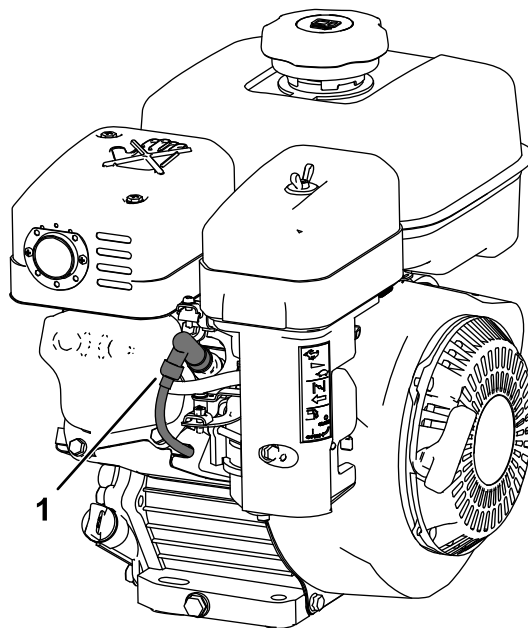

Figure 56
6. Débranchez le fil de la bougie (Figure 56).